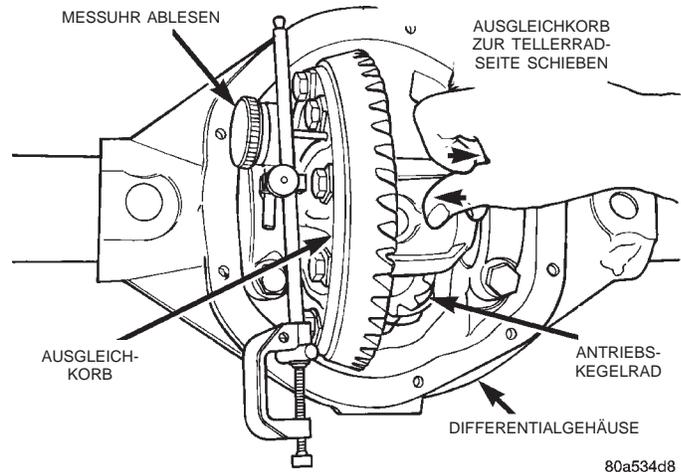

Abb. 72 Ausgleichkorb festhalten und Meßuhr ablesen
(24) Ausgleichkorb im Differentialgehäuse in Richtung Tellerrad schieben und dort halten (Abb. 72).
(25) Meßwert notieren (Abb. 72).
(26) 0,05 mm (0,002 Zoll) vom Meßwert abziehen. Daraus ergibt sich die Beilagenstärke, bei der das richtige Zahnflankenspiel zwischen Tellerrad und Antriebskegelrad erzielt wird.
(27) Die Beilagenstärke für das richtige Zahnflankenspiel von der Gesamtbeilagenstärke für die richtige Vorspannung abziehen. Daraus ergibt sich die Beilagenstärke, die auf der Seite gegenüber dem Tellerrad eingebaut werden muß.
(28) Meßuhr an der Führungsstange zur Seite schwenken.
(29) Ausgleichkorb und Ersatzlager aus dem Differentialgehäuse ausbauen.
(30) Beilagen für die Differentiallager an den Naben des Ausgleichkorbs montieren.
(31) Neue Konusse und Lagerschalen am Ausgleichkorb montieren.